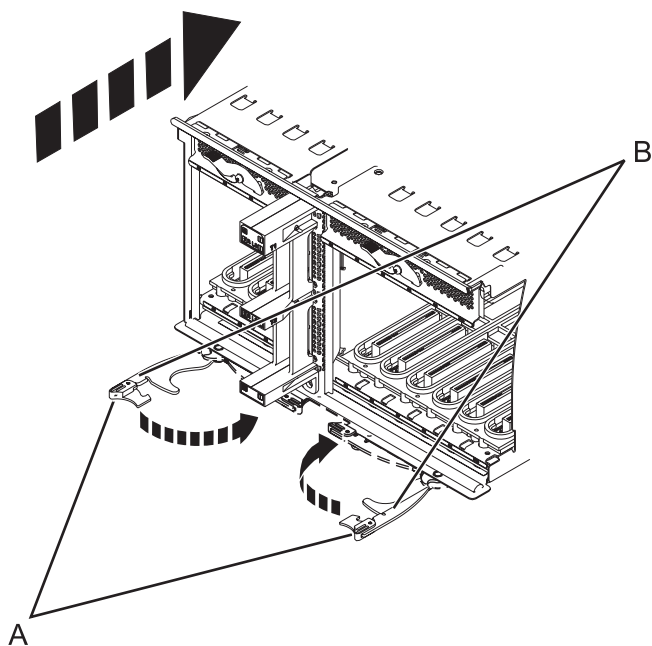

Figure 71. Installation de la carte mère d'entrée-sortie sur un modèle monté en armoire
8. Insérez la carte mère d'entrée-sortie fermement dans le serveur, comme indiqué dans la figure 71, à la page 79.
9. Fixez la carte mère d'entrée-sortie avec les languettes de verrouillage (A), comme indiqué dans la figure 71, à la page 79.